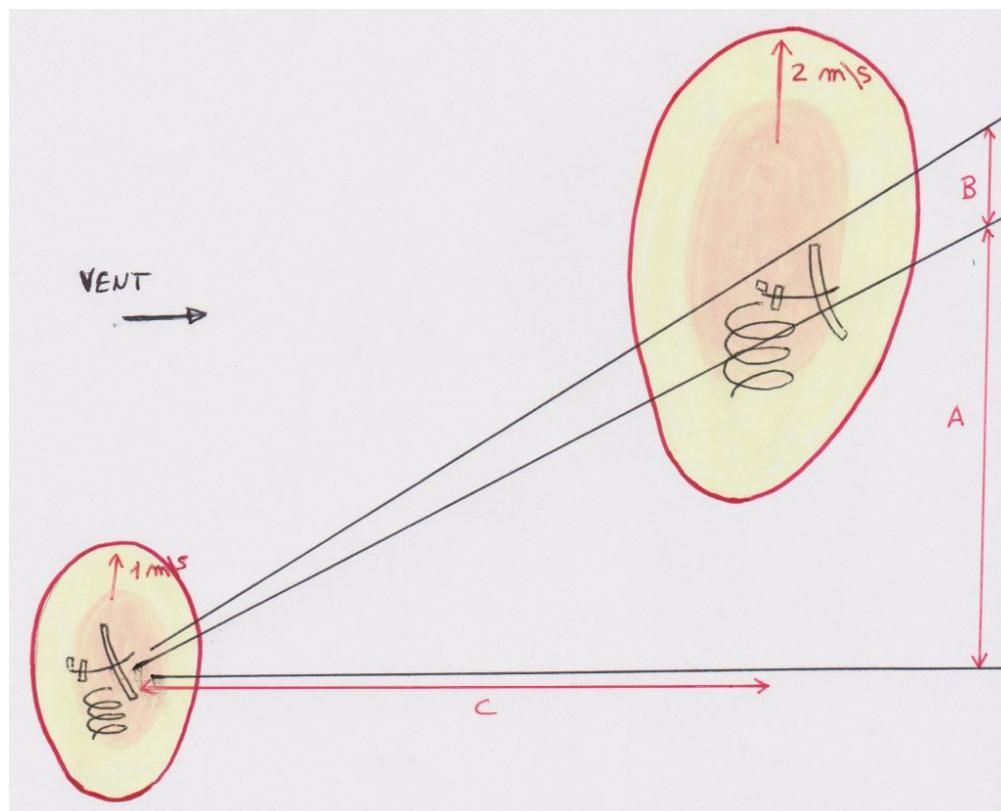

fig.3
**Le planeur spirale centré dans sa bulle :** (fig 3) Voler à  $V_z$  régulière facilite le ressenti, le pilotage est facile, l'angle de montée est optimal.